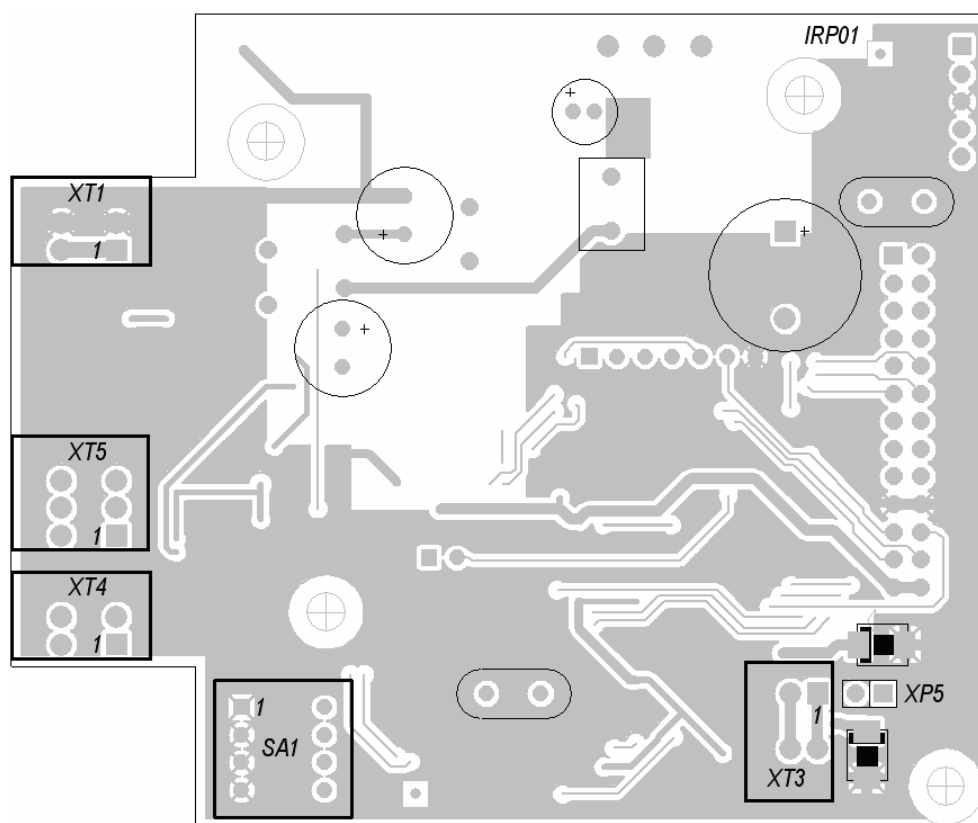
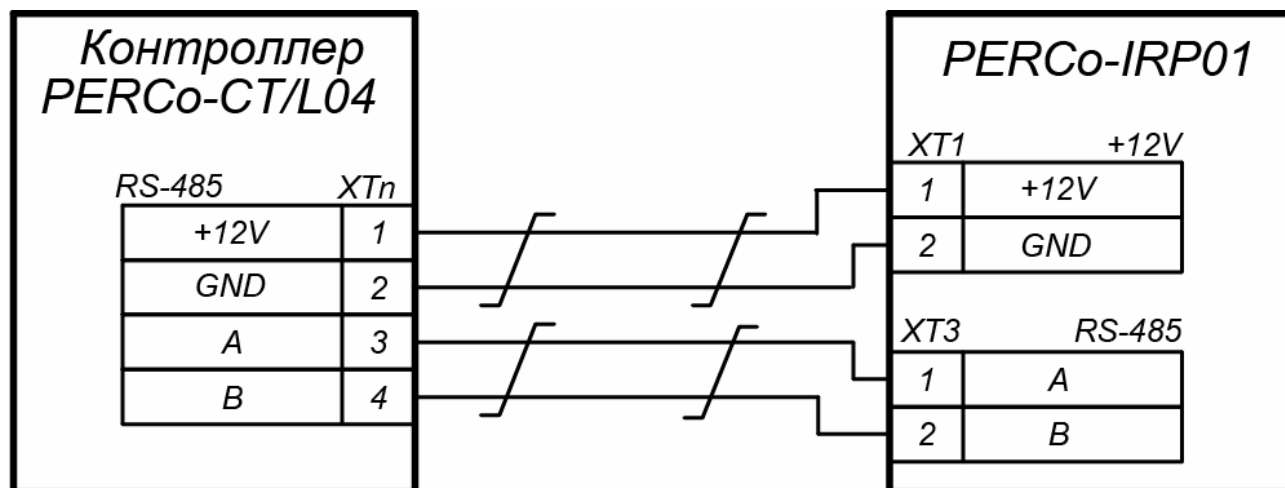
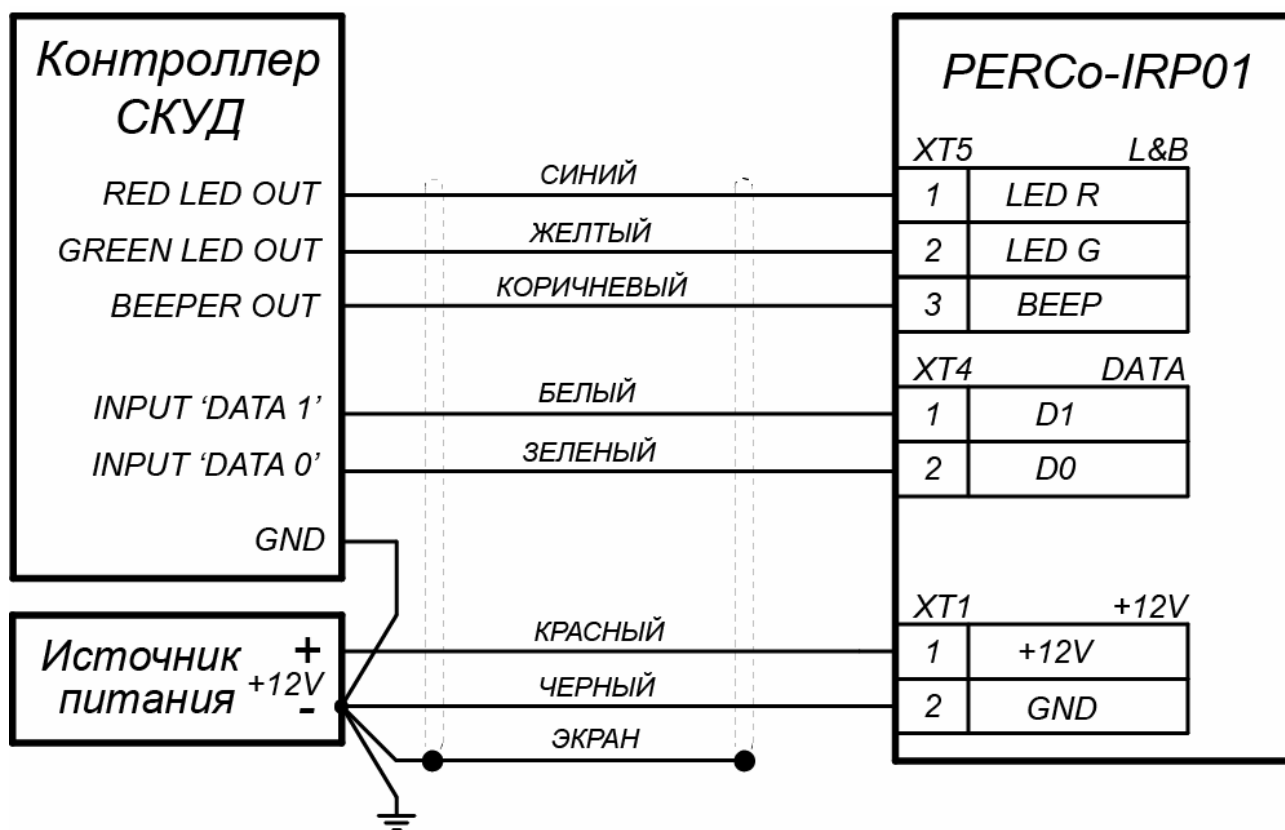

Рисунок 2. Внешний вид платы считывателя
Рисунок 6. Схема подключения считывателя к интерфейсу RS-485
Рисунок 7. Схема подключения считывателя к интерфейсу Wiegand
Выбор интерфейса считывателя осуществляется с помощью переключателя №1 DIP-переключателя SA1, расположенного на плате считывателя (см. рис. 2):
Подключение считывателя к контроллеру СКУД по интерфейсу *RS-485* используется в системах **PERCo-Web**, **PERCo-S-20 (PERCo-S-20 «Школа»)**. Для работы считывателя в режиме *RS-485* переключатель №1 DIP-переключателя SA1, расположенного на плате считывателя (см. рис. 2), должен быть установлен в положение *ON*.
Выбор номера считывателя осуществляется с помощью переключателя №2 DIP-переключателя SA1, расположенного на плате считывателя (см. рис. 2), при этом переключатель №1 должен быть установлен в положение *ON*. Номер считывателя определяется согласно таблице 1.
Для работы считывателя в режиме *Wiegand* переключатель №1 DIP-переключателя SA1, расположенного на плате считывателя (см. рис. 2), должен быть установлен в положение *OFF*.
При работе с контроллерами СКУД на экране ЖКИ считывателя отображается индикация, аналогичная указанной в разделе 5.1.2. Возможны два варианта управления индикацией: «*single line*» и «*double line*». Выбор варианта индикации осуществляется с помощью переключателя №2 DIP-переключателя SA1, расположенного на плате считывателя (см. рис. 2), при этом переключатель №1 должен быть установлен в положение *OFF*. Вариант управления индикацией определяется согласно таблице 2.
Управляющие сигналы в случае работы в режиме «*single line*» передаются по линии, подключенной к контакту *Led R* (см. рис. 7) разъема XT5 на плате считывателя (см. рис. 2). В случае работы в режиме «*double line*» управляющие сигналы передаются по двум линиям, подключенным к контактам *Led R*, *Led G* разъема XT5 на плате считывателя. Для управления звуковой индикацией считывателя от контроллера СКУД необходимо соединить с минусом источника питания провод, подключенный к контакту *Beep* разъема XT5. Индикация считывателя в зависимости от подаваемых на него управляющих сигналов указана в таблице 3.
Выбор формата выходных данных *Wiegand* считывателя осуществляется с помощью переключателей №3 и №4 DIP-переключателя SA1, расположенного на плате считывателя (см. рис. 2), при этом переключатель №1 должен быть установлен в положение *OFF*. Формата выходных данных *Wiegand* считывателя определяется согласно таблице 4.
12. Проложите кабель внутри стойки-счетывателя, закрепите его и подключите к плате счетывателя согласно схемам подключения, изображенным на рис. 6 или рис. 7.
14. Подключите кабель к контроллеру СКУД согласно схемам подключения, изображенным на рис. 6 или рис. 7.